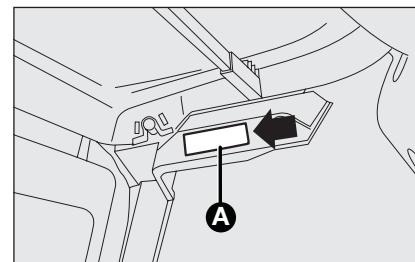

fig. 28
- extraiga la luz del techo utilizando el destornillador suministrado **A**-fig. 28, en el punto especificado.